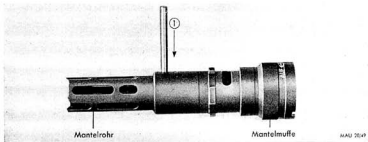

Abb. 49: MG 81; Herausschlagen des Senknietes zum Mantel
3. Zerlegen und Zusammensetzen des Mantels (Abb. 49—51)
① Mit einem Durchschlag Senkniet zum Mantel, der das Mantelrohr gegen ein Verdrehen der Mantelmuffe sichert, heraus schlagen (Abb. 49).